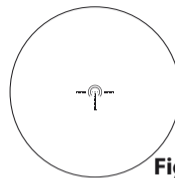
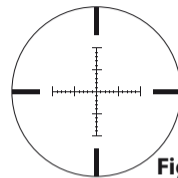
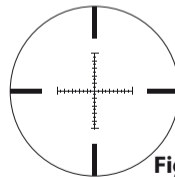

Fig. 3-4
Fig. 3-5
Fig. 3-6
(2) Mise au point
- ① Regardez dans l'oculaire, l'œil placé à 10 cm environ (4 pouces) de la lentille oculaire, pour voir le réticule SPEEDFORCE (Fig. 3-4), le réticule X-MOA (Fig. 3-5), ou le réticule X-MRAD (Fig. 3-6). Assurez-vous que votre œil est correctement aligné et positionné à la bonne distance, afin d'éviter que votre vue soit "bouchée".
- ② Pointez l'objectif de la lunette vers le ciel (mais PAS en direction du soleil) ou vers un mur de couleur unie.
- ③ Faites tourner la molette de réglage du viseur dans le sens inverse des aiguilles d'une montre puis dans le sens des aiguilles d'une montre, jusqu'à ce que le réticule apparaisse net.